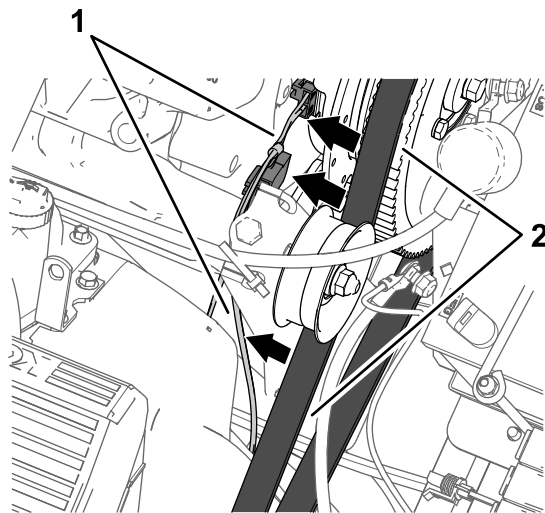

Figura 170
4. Enrute la rama de 84 cm del arnés de cables junto al motor y la bomba de fumigación de modo que el arnés quede alejado de la correa del alternador (Figura 170).